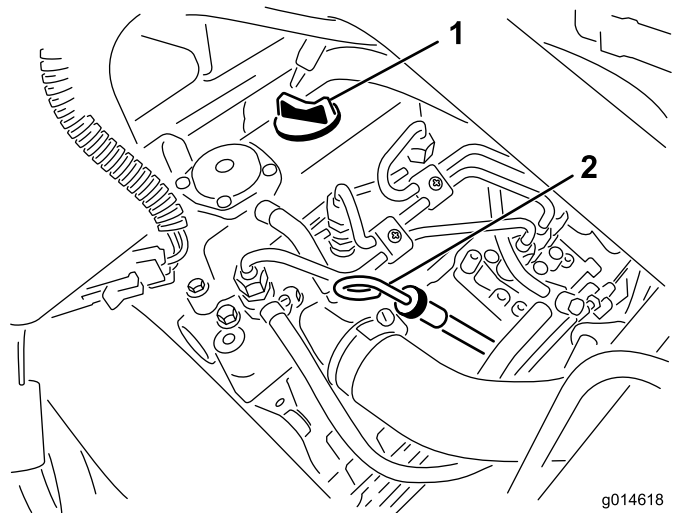

Figura 28
2. Scoateți joa și tergeți-o cu o lavetă curată (Figura 28).